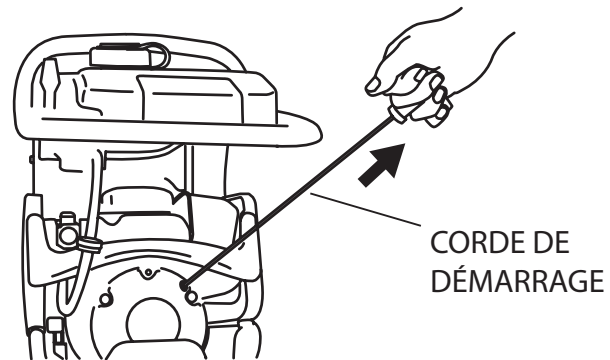

Figure 9. Démarrage manuel
4. Saisissez la poignée du démarreur (Figure 9) et tirez-la jusqu'à ce que vous sentiez une légère résistance. Puis, tirez fortement et rapidement. Remettez la poignée dans le boîtier de démarreur avant de la relâcher.